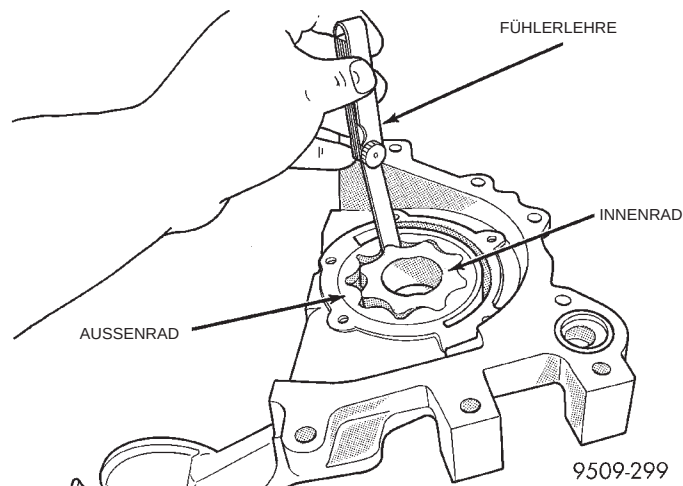

Abb. 97 Messen des Spiels zwischen den Rädern
(6) Innenrad in das Pumpengehäuse legen. Ist das Spiel zwischen Innen- und Außenrad (Abb. 97) größer